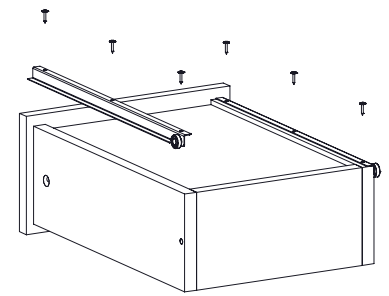

Рис.8
8. Ответные планки роликовых направляющих закрепите на деталях 3, 4 шурупами 3,5x16 (Рис. 8). С помощью шурупа 4x40 прикрутить ручку на деталь 7.